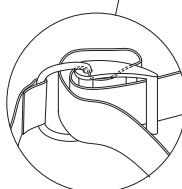
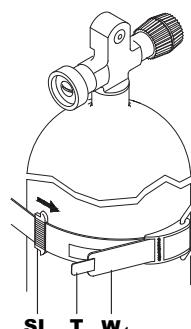

图2-5
图2-6
2. 如果BC设备有硬背板, 则将背板的孔( S )放在气瓶的肩部(图2-6 )上, 然后将快速释放带( W1 )的带子(图2-5和2-7)系在气瓶周围。
在带硬背板的BC设备上, 安全带( L ) (图2-6 )系在背板顶部, 防止BC设备在系紧和松开背带时下滑。一旦正确调整后, 将有助于以简单、重复的方式重新定位BC设备上气瓶的正确位置。
3. 闭合扣环( C ) (图2-7 )。如果带子太紧或太松, 请打开钩环带和扣环以重新调整快速释放带( W1 )的带子长度(图2-5)。为了增加安全性, 将环( SL ) (图2-5)绕带端( T )滑动。在带硬背板的BC设备中, 通过气瓶安装到BC设备, 您可以使用集成在背板中的手柄提起整个设备。